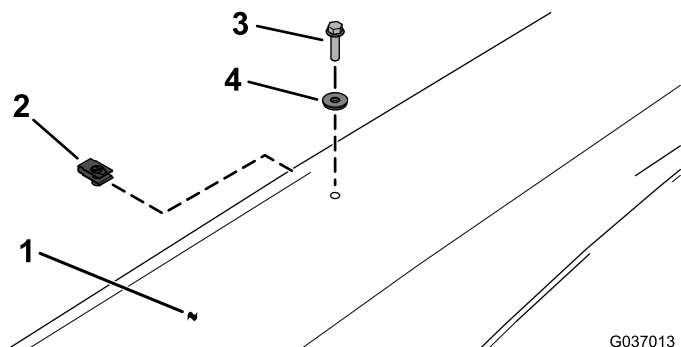

图14
15. 如图14所示, 用 2 个夹子、2 个密封垫圈和 2 个六角凸缘螺栓 (1/4 x 1 英寸) 将遮阳篷安装到车顶支撑架上。